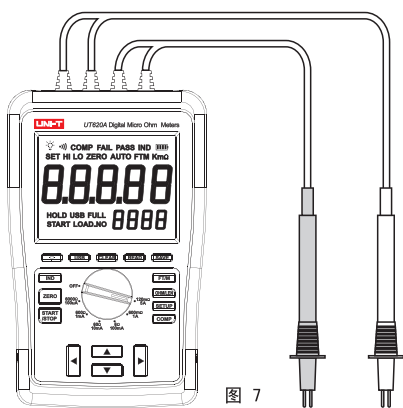

图 7
1. 用四线测试探针连接仪表的P1, P2, C1, C2 端子，如图7：